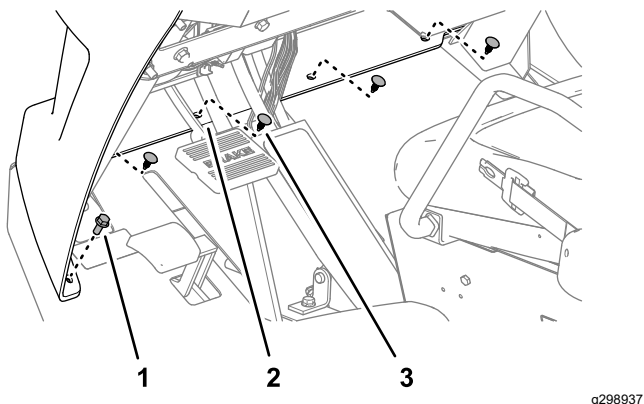

Figure 145
4. Fixez la bride inférieure du capot de la machine avec 4 fixations enfichables (Figure 145).
5. Fixez la bride sur la machine (Figure 145) avec 2 boulons à embase ($\frac{5}{16}$ x $\frac{3}{4}$ po).